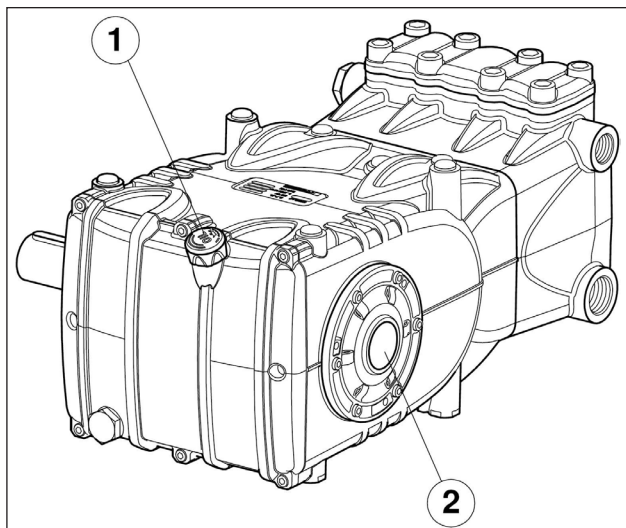

图 14
- 泵壳中的油处于规定的油位，可通过专用的油位杆 (①, 图 14) 进行检查，此外也可用油位指示器 (②, 图 14) 进行检查。